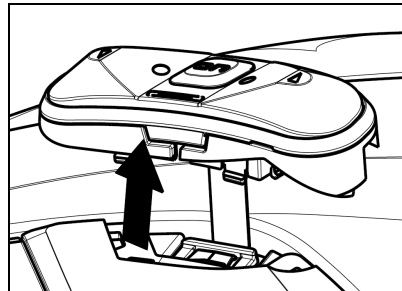

Abb. 22
- Drehen Sie die Tastenvorrichtung im Gegenuhrzeigersinn (Abb. 22)